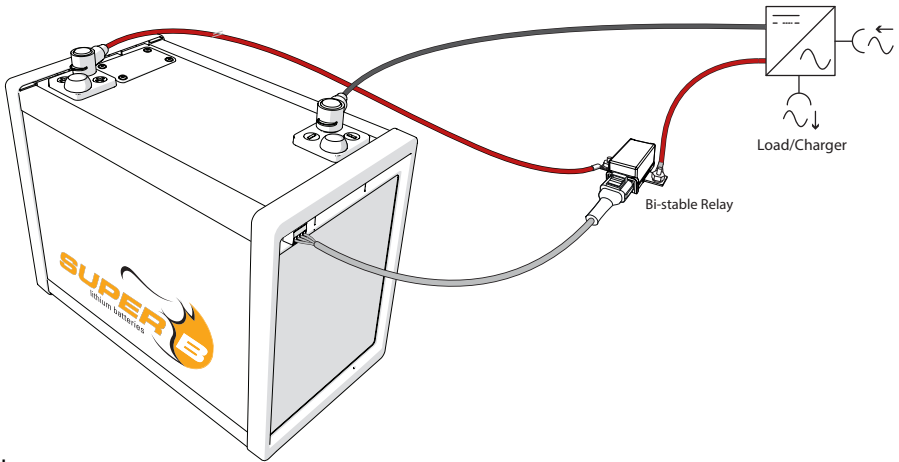

Abbildung 6. Anschluss eines bistabilen Relais als Batterie-Trennvorrichtung
1. Wenn Sie ein bistabiles Relais verwenden, schließen Sie es an den Con1-Ausgang gemäß der Darstellung in Abbildung 6 an. Der Con1-Ausgang kontrolliert sowohl die ON-Spule als auch die OFF-Spule des bistabilen Relais.